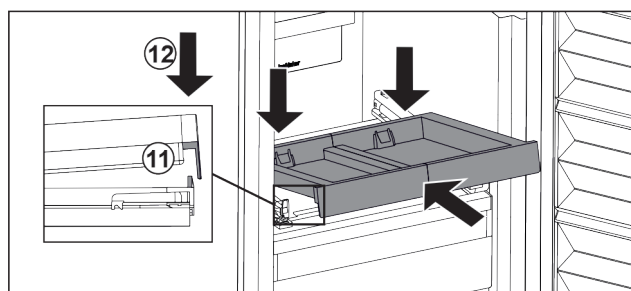

Fig. 98
- L'insérer en l'inclinant. Veiller à ce que, des deux côtés, la butée soit derrière la languette. *Fig. 98 (11)*
- Déposer le compartiment coulissant par l'avant. *Fig. 98 (12)*